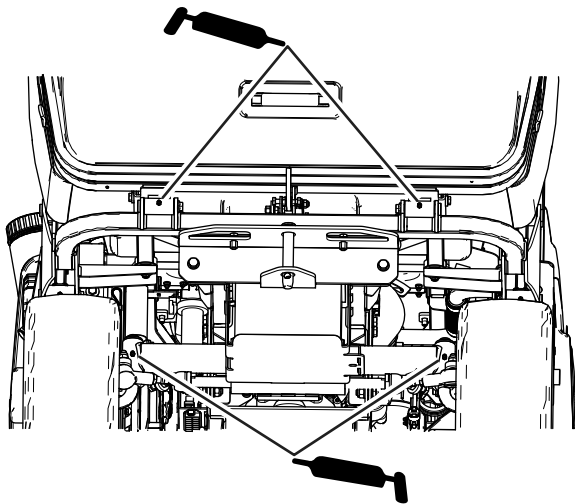

Figura 45
- Perni della tramoggia e punti di rotazione dello sterzo (Figura 45)